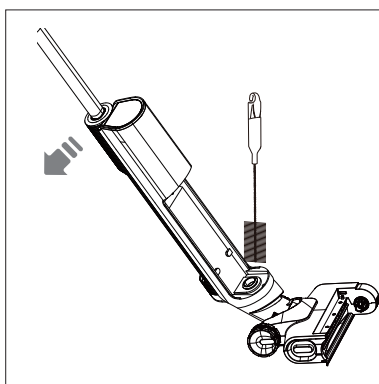

Fig. 19 – Pulizia del tubo
- ▶ Pulire il tubo dell'acqua sporca fino all'unità di pulizia con la spazzola in dotazione (**vedere Fig. 19**).